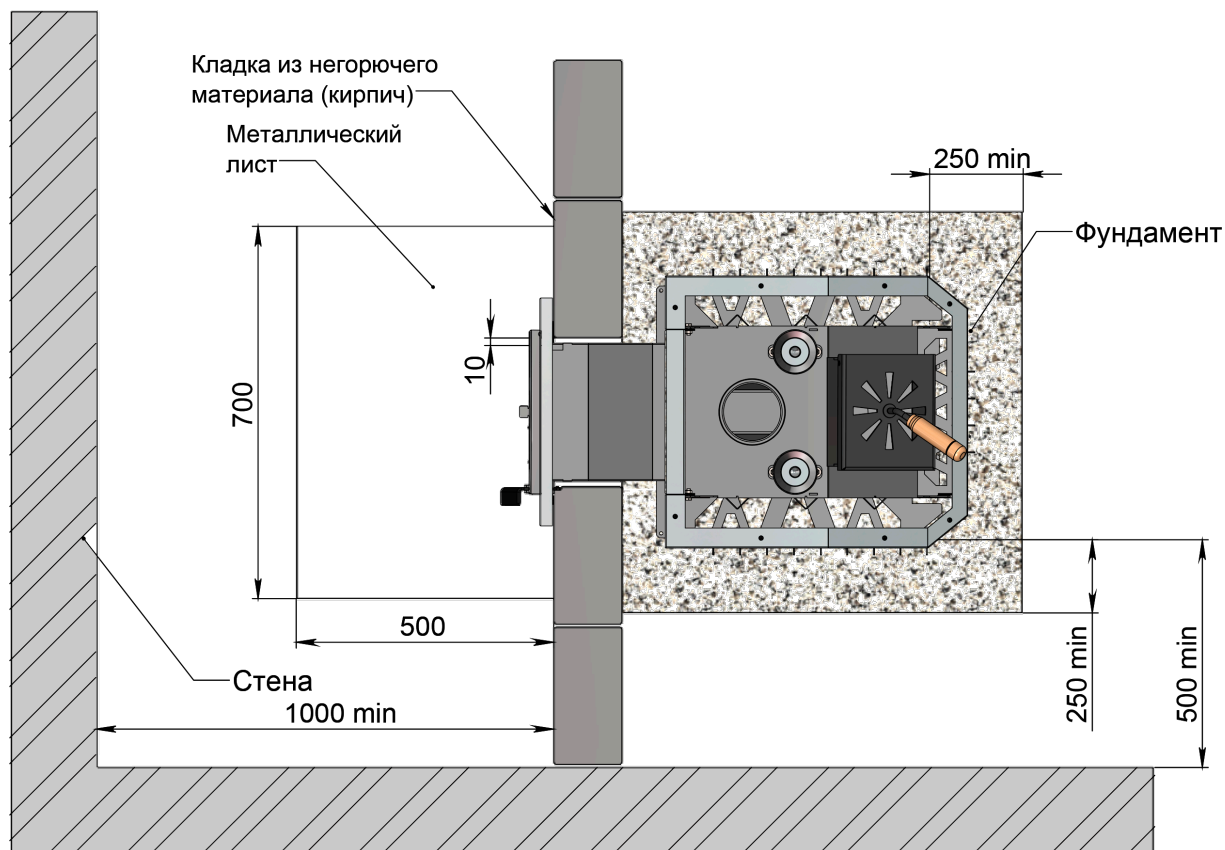

Рис. 3 Схема установки печи STELLA (вид сверху)
Передняя и боковая поверхность печи могут располагаться на расстоянии не менее 50 мм от стены, сделанной из негорючих материалов (рисунок 3).
2. Установить печь со стороны парильного помещения так, чтобы топливный канал прошел сквозь отверстие, предусмотренное в стене (рис. 3, 4).